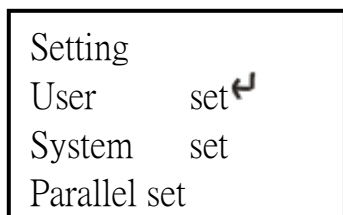
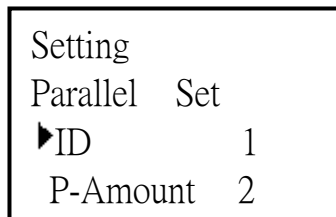

Рис. 4 Настройка меню
Рис. 5 Настройки параллельного соединения
- Далее нажать кнопку «вперед» или «назад», выбрать «setting» (настройки) и для входа меню настроек нажать ENT (ВВОД) (см. Рис. 4). Для навигации в меню нажимать кнопку «вперед» или «назад», выбрать «parallel set» (настройки параллельного соединения) и нажать ENT для входа в соответствующее меню (см. Рис. 5).